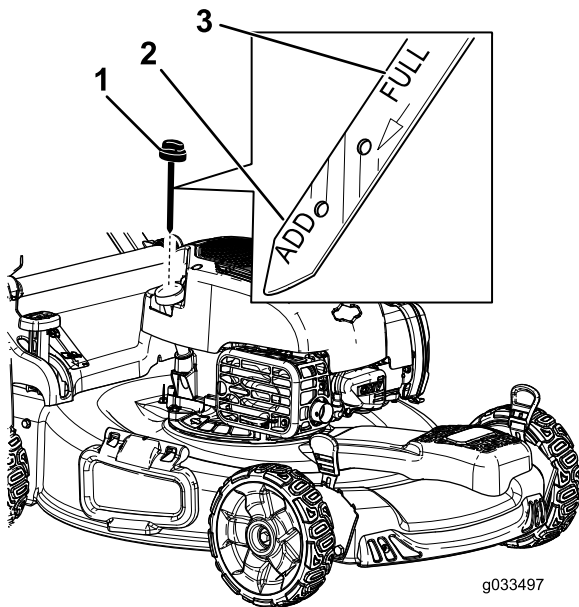

Bild 8
2. Entfernen Sie den Peilstab, indem Sie den Deckel nach links drehen und herausziehen (Bild 8).
- Lesen Sie den Ölstand am Peilstab ab. (Bild 8)